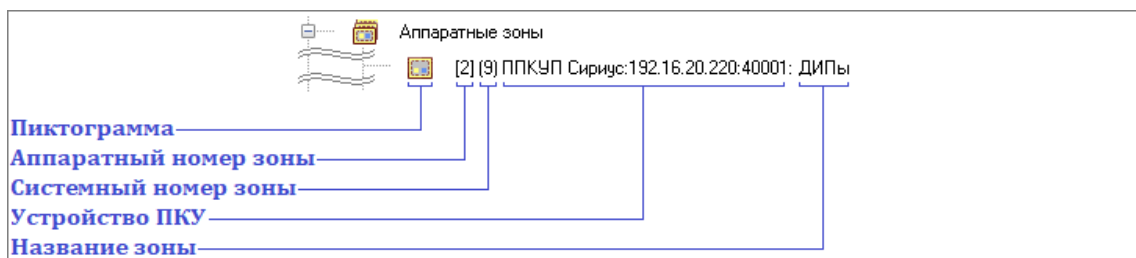

Рисунок 6-295 Отображение объекта "Аппаратная зона" в дереве зон как принадлежащего узлу "Аппаратные зоны"
- узлу «Аппаратные зоны» (см. Рисунок 6-295),